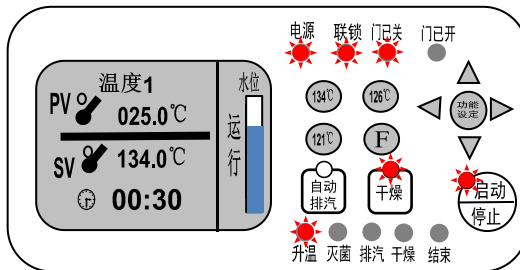

图 18
1. 闭合上盖, 将门开关手柄扳至 ● 位置, 按下启动键, 灭菌器进入升温运行状态。图 18